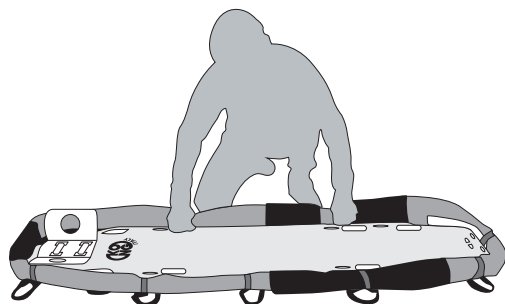

Fig.36
- arrotolare le parti di copertura del telo, come mostrato nella fig. 36, e fissarle con le apposite fettucce in velcro (figg. 37, 38 e 39),